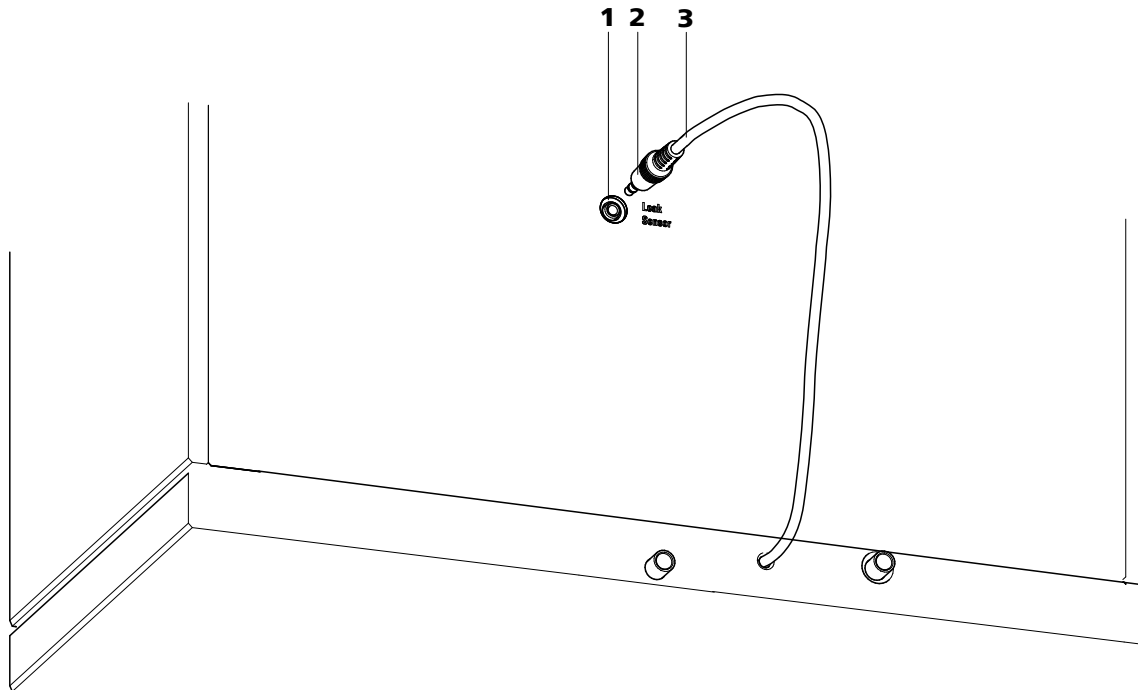

Abbildung 8 Anschluss des Lecksensors an der Geräterückseite
- 1 Lecksensor-Anschlussstecker (8-2) in die Lecksensor-Anschlussbuchse (8-1) auf der Geräterückseite (siehe Abbildung 8, Seite 26) einstecken.